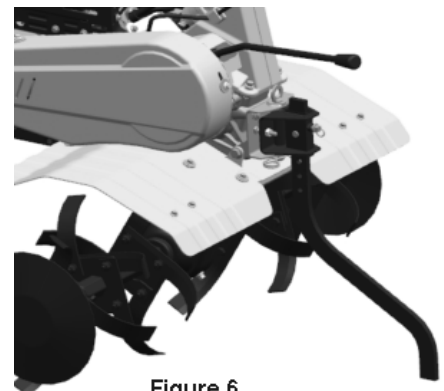

Figure 6
- Regular la altura del patín de profundidad para moderar la profundidad de roturación. Para aumentar la profundidad bajar la palanca; para disminuirla subir la palanca (ver fig. 6)